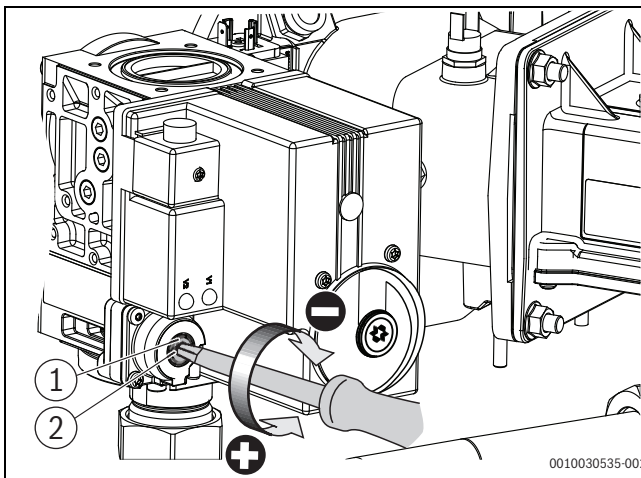

Bild 17 O₂-Gehalt bei Teillast einstellen (Kesselgröße 150 kW [bis V03] – 300 kW)
- ▶ Verschlusschraube an der Gasarmatur herausdrehen (→Bild 17).
- ▶ O₂-Wert an der Teillast-Einstellschraube einstellen (→Bild 17).